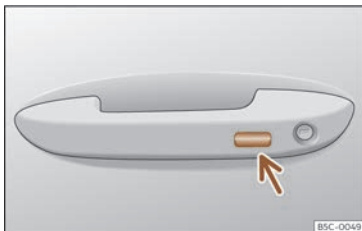

Fig. 94 Maneta de la porta: superfície sensora.
- **O BÉ** mitjançant el sistema Keyless Access (només tancament): Mantingueu un dit durant uns segons sobre la superfície sensora de bloqueig >>> **fig. 94** (fletxa) de la maneta de la porta perquè es tanquin les finestretes i el sostre. Si es deixa de tocar la superfície sensora s'interromp la funció de tancament.
- Mantingueu un dit durant uns segons sobre la superfície sensora de bloqueig >>> **fig. 94** (fletxa) de la maneta de la porta perquè es tanqui el sostre. Si es deixa de tocar la superfície sensora s'interromp la funció de tancament.